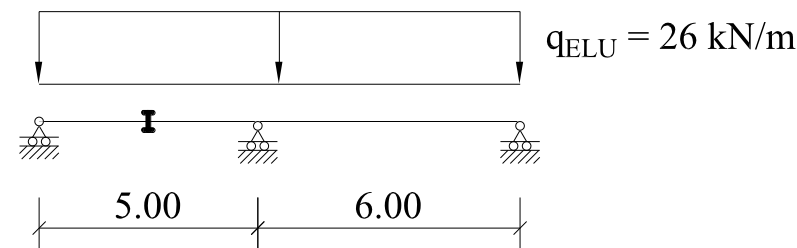

Figure 6 - Schéma mécanique (solution continue)
- Q27.** À partir des figures 6 et 7, tracer les diagrammes N, Vz et My sur le DR4. Vous indiquerez toutes les valeurs remarquables ainsi que vos conventions.